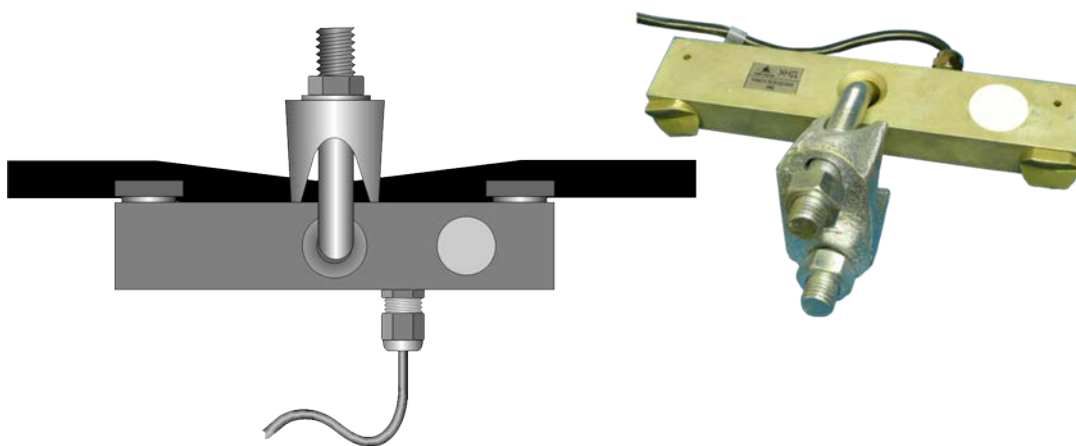

Рис. 5
6.5. Датчик усилия тросовый, Рис.5, представляет собой прибор, преобразующий усилие, создаваемое массой поднимаемого груза и массой грузозахватных органов, действующее на грузовой трос, в электрический сигнал. В качестве таких датчиков использованы 4 датчика ДНК-3 фирмы ЗАО ИТЦ "Крос". Датчики размещены на мертвых концах грузовых тросов подъема траверсы.